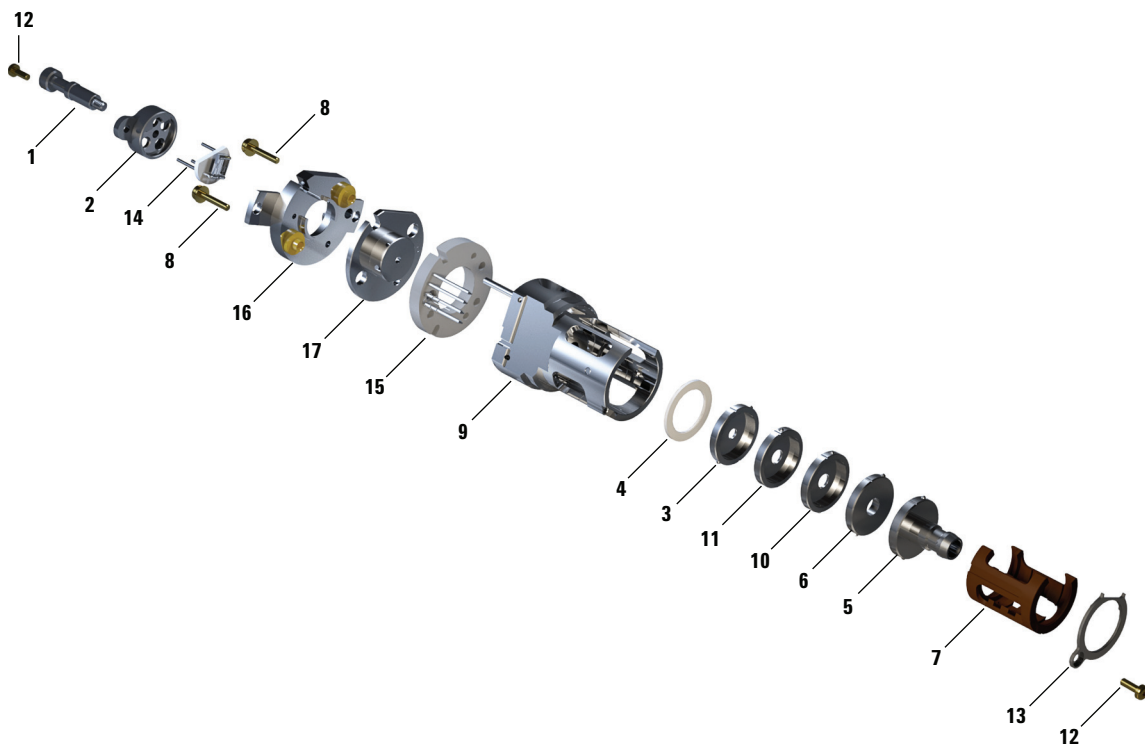

Figure 61. Montage de la source EI HES
Se reporter à la vue éclatée des pièces et à la liste des pièces de la source EI HES en suivant cette procédure. (Voir **Figure 61** et **Tableau 20** page 215.)
- 3 Insérer l'ensemble lentilles revêtu dans l'isolant de la source. (Voir **Figure 61** page 215.) Les numéros gravés font face à l'ouverture s'étendant vers l'extrémité de la source. Vérifier si la céramique est bien située à l'extrémité de la source.
- 9 Fileter l'embout de préhension dans le bloc filament. (Voir **Figure 61** et **Tableau 20** page 215.)
Tableau 20 Liste des pièces de la source EI HES (Figure 61)
Tableau 20 Liste des pièces de la source EI HES (Figure 61) (suite)